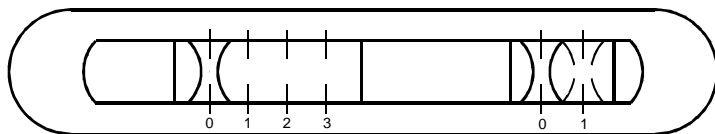

РИС. 7
7.2 Включение зонта производится при помощи ползункового переключателя (рис. 7). Левый переключатель регулирует скорость работы вентилятора: